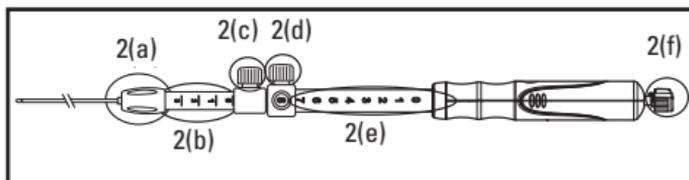

Figura 2.
- Compruebe que la aguja esté totalmente retraída y que el bloqueo de ajuste de la aguja (figura 2(d)) esté fijado en la posición cero (figura 2(e)).
- Determine la longitud adecuada de la vaina respecto a la del ecoendoscopio. Utilice el bloqueo de ajuste de la vaina (figura 2(c)) para establecer la longitud deseada de la vaina y fijarla en su posición. Gire el bloqueo de ajuste de la vaina en el sentido de las agujas del reloj para fijar la vaina en su posición. El extremo distal de la vaina debe ser visible en la imagen endoscópica.
Nota: los números de referencia y las marcas en el indicador de ajuste de la vaina (figura 2(b)) solo se muestran como orientación.
- Siga haciendo avanzar el dispositivo hasta que salga del ecoendoscopio y la vaina se pueda ver en la imagen endoscópica. Apriete la conexión luer (figura 2(a)) girándola en el sentido de las agujas del reloj para acoplar el dispositivo al puerto del canal de trabajo del ecoendoscopio.
Nota: si es necesario ajustar la longitud de la vaina, afloje el bloqueo de ajuste de la vaina (figura 2(c)) y vuelva a colocarlo con el punto de referencia adecuado.
8. Ajuste la profundidad de penetración de la aguja a la posición deseada mediante el bloqueo de ajuste de la aguja (figura 2(d)). Para controlar la profundidad de la penetración de la aguja en el objetivo, afloje el bloqueo de ajuste de la aguja girando el mando en el sentido contrario al de las agujas del reloj. Alinee el bloqueo de ajuste de la aguja con el número de referencia adecuado en el mango del dispositivo. Fíjelo girando el bloqueo de ajuste de la aguja en el sentido de las agujas del reloj.
Nota: los números de referencia del indicador de profundidad de la aguja (figura 2(e)) solo se muestran como orientación. Los números de referencia representan la extensión de la aguja (en centímetros) cuando el dispositivo está en posición recta.
10. Extraiga el estilete (figura 2(f)) del puerto de aspiración del dispositivo aflojando y tirando suavemente de éste para sacarlo del mango del dispositivo.
Nota: el estilete se puede enrollar y sujetar mediante el mecanismo de presilla de la tapa del estilete (figura 2(f)). El estilete debe guardarse para realizar introducciones adicionales de la aguja durante un mismo procedimiento.
12. Conecte la jeringa suministrada al puerto de aspiración (figura 2 (f)) del mango del dispositivo.